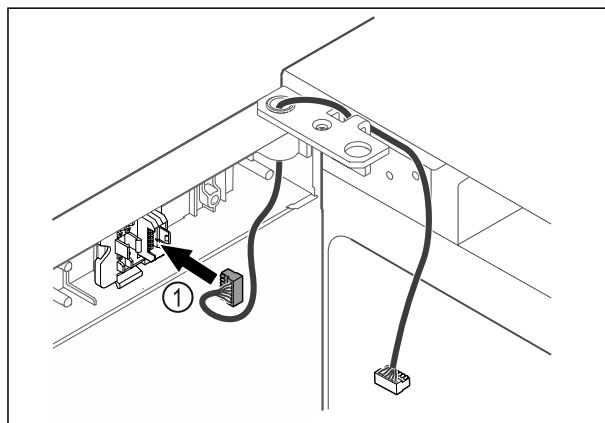

Fig. 48
- ▶ Wtyczkę Fig. 48 (1) należy włożyć w uchwyt wtyczki.